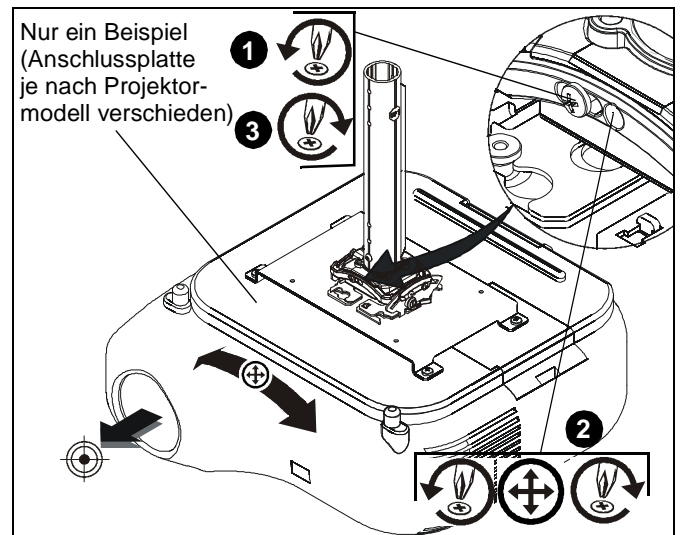

Abb. 25
1. Lösen Sie die Feststellschraube für die Einstellung des QUERNEIGUNGSWINKELS mit einem Nr. 2-Kreuzschlitzschraubendreher. (Siehe Abb. 25)
2. Drehen Sie die Mikro-Justierschraube des QUERNEIGUNGSWINKELS mit einem Nr. 2-Kreuzschlitzschraubendreher nach rechts oder links, bis das Bild auf dem Ziel korrekt ausgerichtet ist. (Siehe Abb. 25)
3. Ziehen Sie die Feststellschraube für die Einstellung des QUERNEIGUNGSWINKELS mit einem Nr. 2-Kreuzschlitzschraubendreher fest. (Siehe Abb. 25)